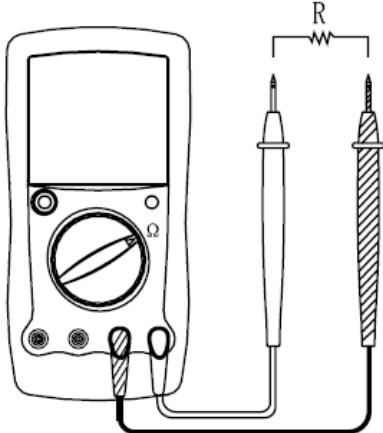

Рис. 5
C. Измерение сопротивления (См. рис. 5)